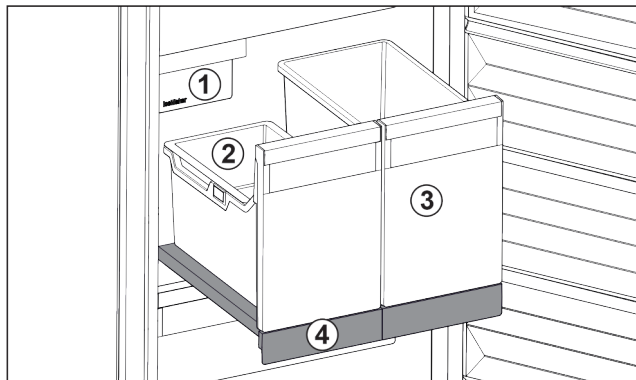

Fig. 79 Izvlečna polica z IceTower
Na izvlečni polici sta dve visoki posodi (IceTower). V posodi Fig. 79 (2) se zbirajo in skladiščijo ledene kocke iz IceMaker. Posoda Fig. 79 (3) je primerna za shranjevanje višjih živil, kot so pice ali alkoholne pijače.